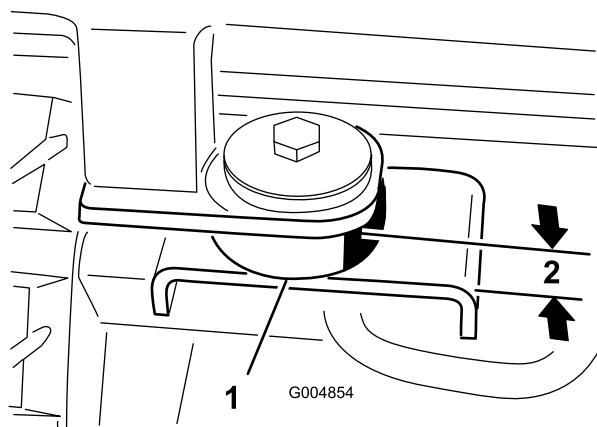

図 114
37. 後部取り付けポイントでキャブを機体に固定するボルト 1/2 x 3 インチ、スチールワッシャ 1/2 x 2-1/2 インチ、ゴム製ワッシャ 1/2 x 2-1/2 インチ、ナット 1/2 インチを使用する 図 114。